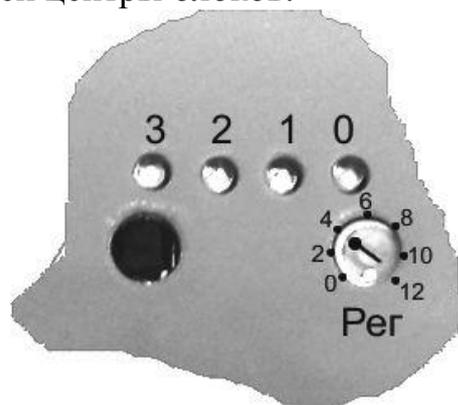

Рис. 11.1
11.3.1 Установить регулятор «Reg» в положение «0» (см. рис.11.1).